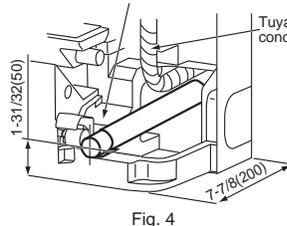

Fig. 4
- 4) Travaux d'évasement (Fig. 4, 5). Tenez fermement le tuyau de cuivre à la dimension indiquée dans le tableau. Sélectionnez A en pouce (mm) dans le tableau suivant l'outil que vous utilisez.
- Lors de l'acheminement de la tuyauterie de vidange, veillez à acheminer le tuyau de vidange (1) comme indiqué. (Fig. 4)